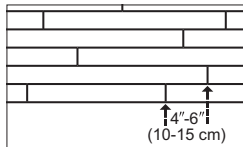

Figura 4
- Es importante alternar los extremos de los tabloncillos en hileras contiguas a un mínimo de 4"-6" (10-15 cm) siempre que sea posible (Figura 4). Esto ayudará a garantizar un aspecto general más favorable del piso.
- Es necesario escalonar las juntas finales de hileras contiguas a un mínimo de 4"-6" (10-15 cm) en donde sea posible, para garantizar un aspecto general más positivo (Figura 4).
- Verifique que los bordes y extremos de cada tablón hayan encajado bien y estén ajustados. Las juntas de extremo de las hileras adyacentes deberán escalonarse a 4"-6" (10-15 cm) siempre que sea posible, para garantizar un aspecto general más favorable (Figura 4).